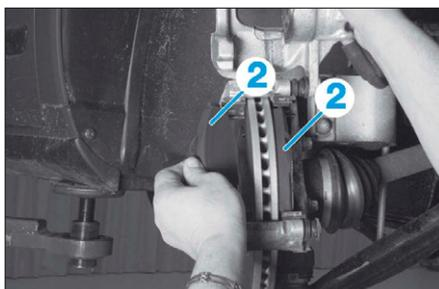

FIG. 3
- Soulever l'étrier et déposer les plaquettes (2) (Fig.3).